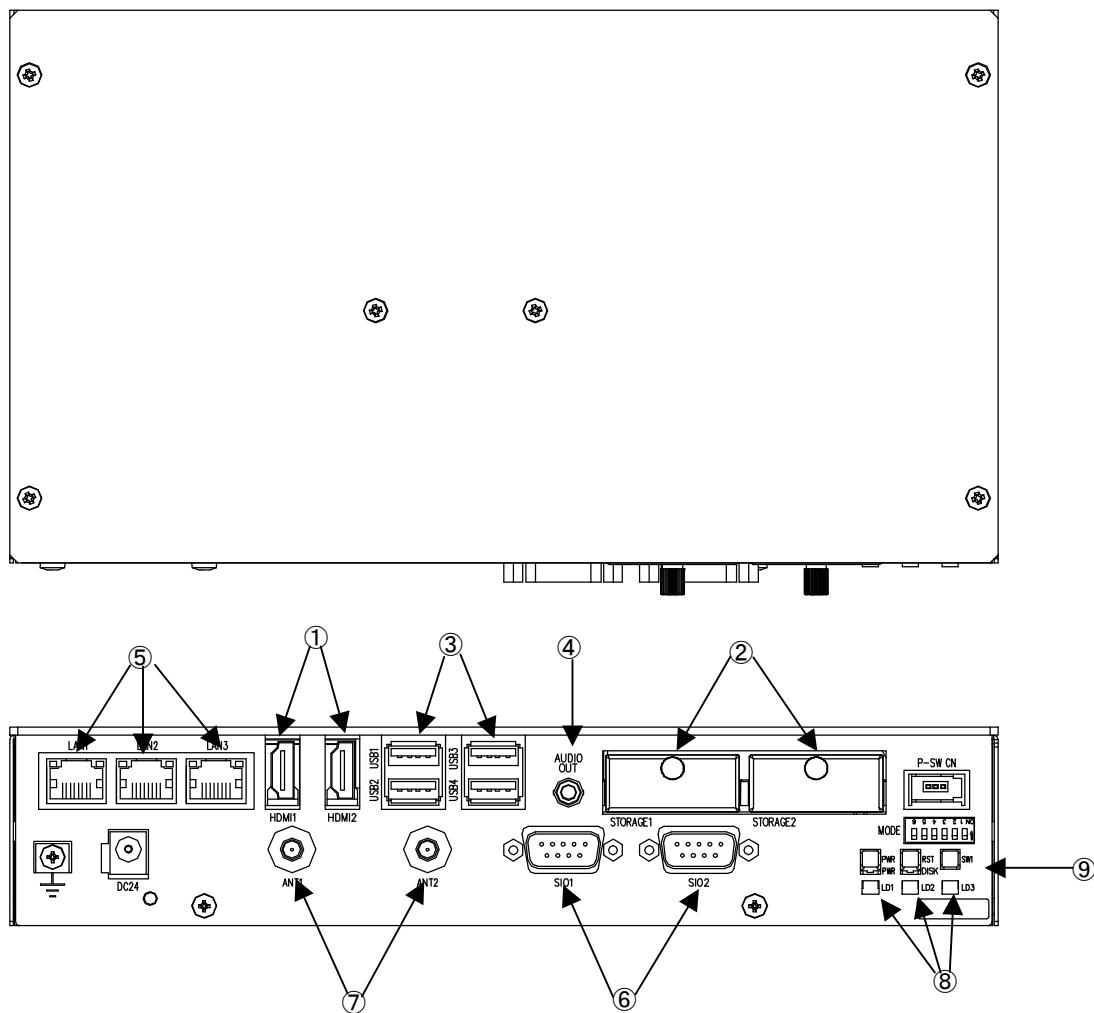

図 3-1-1. 外形図 (ECL4-100B-**-W)
ECLシリーズの例として、ECL4-100B-**-Wの外形図を図 3-1-1に示します。各部名称を表 3-1-1に示します。
COM1	SI01 (図 3-1-1 ⑥) アプリケーションでシリアル通信に使用できます。
COM2	SI02 (図 3-1-1 ⑥) アプリケーションでシリアル通信に使用できます。
ローカルエリア接続	LAN1 (図 3-1-1 ⑤): 1000BASE Ethernet
ローカルエリア接続 2	LAN2 (図 3-1-1 ⑤): 1000BASE Ethernet
ローカルエリア接続 3	LAN3 (図 3-1-1 ⑤): 1000BASE Ethernet